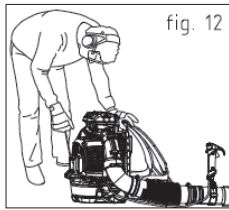

fig. 12
4. Segure a máquina firmemente com a mão esquerda no punho (1), para não perder o controle da máquina durante a partida (fig. 12).
5. Puxe a alavanca de arranque (16) lentamente por 10 - 15 cm até sentir alguma resistência, depois puxe-a com força algumas vezes até ouvir o primeiro disparo (fig. 12).